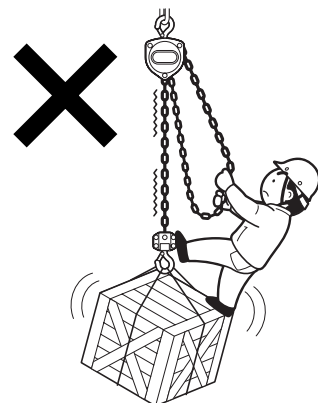

図5
(8) つった荷には人は乗らないでください。また、人の乗る用途に絶対に使用しないでください。図5
(9) つり荷の反転作業は、専門知識のある人以外絶対に行わないでください。
(10) 地球づりしないでください。
(11) 操作中は荷から気をそらさないでください。
(12) 巻上げ過ぎ、巻下げ過ぎはしないでください。
(13) つり上げた荷を長時間放置しないでください。
(14) フックに1本つりのワイヤロープを掛けしないでください。